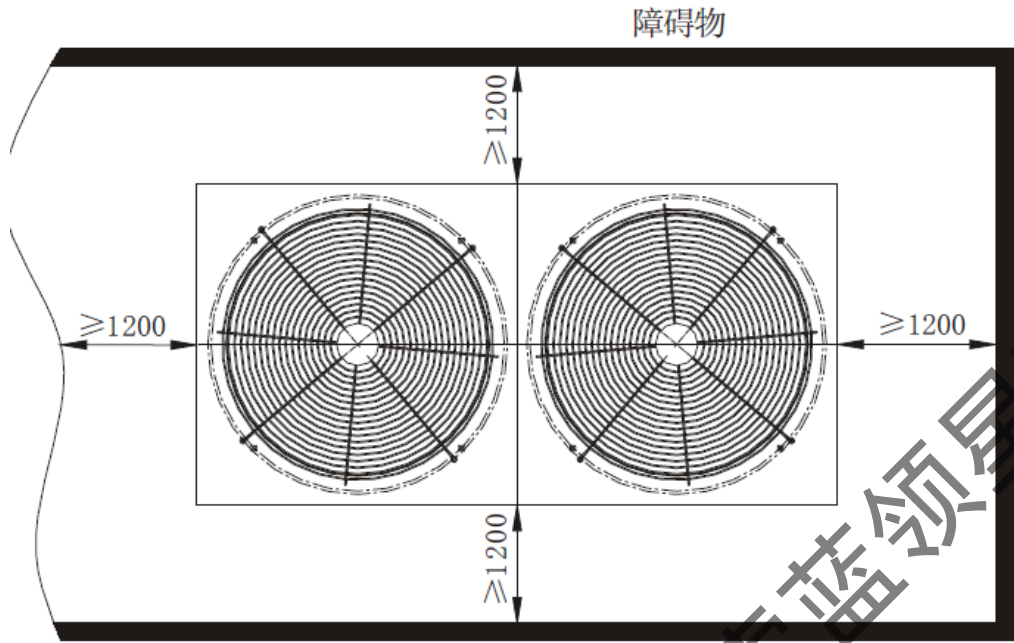

图 4 单台机组安装
- 8) 为确保机组正常运行及方便安装维修，应留下一定的空间（见图 4、图 5）